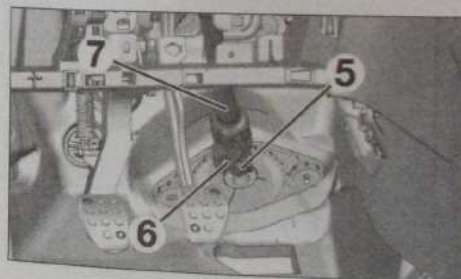

Fig. 24
- l'écrou (5) (Fig.24),
- la vis (6).
- Désaccoupler la colonne de direction (7) du boîtier de direction et l'écarter vers la gauche.